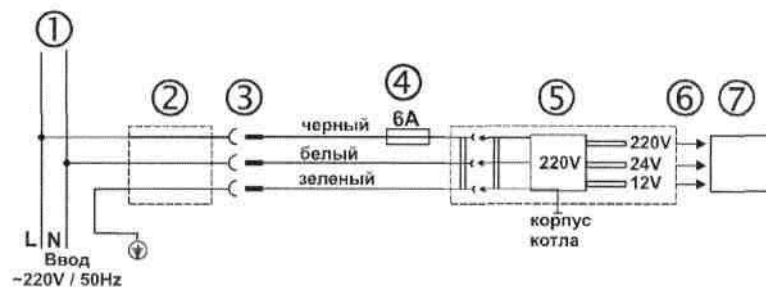
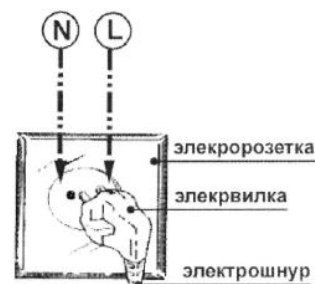

Рис. 28.1.
Рис. 29.2.
### 2. Подключение котла к электрической сети. (Рис. 28.1.)
2.1. Подключение котла к электрической сети отопляемого объекта выполняется, как показано на схеме подключения котла к электросети (см. рис. 28.1. и рис. 29.2.).
2.2. Электрическое оборудование котла должно питаться от одного источника электроэнергии и выключаться при помощи одного выключателя. Для этого, на обогреваемом объекте, электропитание котла (см. рис. 28.1.) выполняется от распределительного шкафа, и отдельного автоматического выключателя.
#### 6. Порядок включения котла в электророзетку. (Рис. 29.2.)
6.1. Коммутация проводов на электророзетке выполняется, как показано на рис. 29.2. Коммутация проводов от котла до электророзетки проверяется по схеме показанной на рис. 28.1.